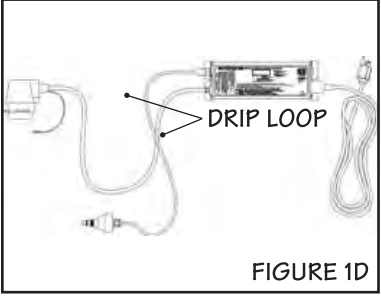
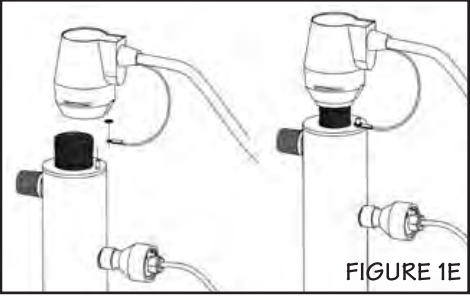

FIGURE 1D
FIGURE 1E
- The ballast should be mounted either above or beside the reactor chamber. Never mount vertically with AC connector at top of ballast to prevent moisture from running down cordage and causing a potential fire hazard. Drip loops in all cordage connected to ballast controller is highly recommended (see figure 1D).
- Le contrôleur devrait être installé au-dessus ou à côté de la chambre du réacteur. Afin d'empêcher que de la condensation s'écoule sur le fil et cause un risque latent d'incendie, ne jamais l'installer à la verticale, le raccord AC sur le dessus. Des boucles d'égoûtement sur tous les fils branchés au contrôleur du ballast sont fortement recommandées (Figure 1D).
4. Mount the Cobalt ICE controller horizontally to the wall, near the reactor chamber. Ideally place the controller above the reactor and away from any water connection point, to prevent any water from potentially leaking onto the controller by means of a leak at a connection point or a “sweating” system. Make sure you allow for a “drip-loop” (Figure 1D) on the lamp, sensor and power cord, again, to prevent any water from potentially entering the controller. Affix the green ground wire to the grounding lug at the top of the reactor vessel and securely fasten with the lugnut provided (Figure 1E).
3. Fixer le système sur le mur à l'aide des brides de serrage fournies. Bien qu'il soit possible d'utiliser plusieurs méthodes de raccordement à l'alimentation en eau, on recommande l'emploi d'écrous-unions. Il est fortement conseillé d'ajouter un limiteur de débit au système afin de maintenir le débit nominal du fabricant des systèmes homologués NSF (les limiteurs de débit sont obligatoires et fournis avec chaque système homologué NSF). Le limiteur de débit doit être monté sur la sortie d'eau dans la direction indiquée sur le limiteur. S'assurer que l'écoulement se fait dans la direction de la flèche sur le limiteur (Figure 1E). Afin d'éviter d'endommager les joints toriques, ne pas souder les connexions. Lorsqu'elles sont rattachées au système.
4. Fixer le contrôleur Cobalt ICE horizontalement sur le mur, à proximité du réacteur. Idéalement, placer le contrôleur au-dessus du réacteur et à distance de tout branchement de la canalisation d'eau, pour éviter que le contrôleur puisse être arrosé ou mouillé par une éventuelle fuite d'eau ou condensation au niveau d'une connexion. De plus, former une demi-boucle avec le câble d'alimentation électrique, le câble du capteur et le câble de la lampe (Figure 1D), ce qui empêchera que l'eau s'écoule le long d'un câble et s'introduise dans un accessoire électrique ou dans le contrôleur. Fixer le fil vert de mise à la terre sur l'oreille de mise à la terre située en haut du réacteur et bien le serrer à l'aide de l'écrou à oreille fourni (Figure 1E).